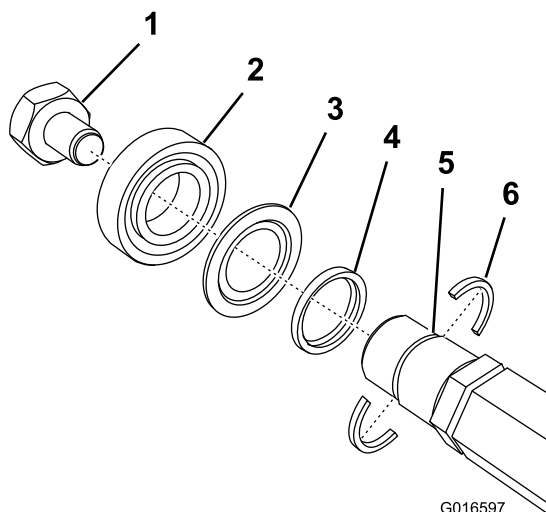

図 5
**重要** リールにベアリングを取り付ける前には、シャフトリテーナ（「2本」とスペーサを忘れずに所定位置に入れてください（図 5）。インサートナットは、100 ft-lb（136 N.m = 13.8 kg.m）にトルク締めする。